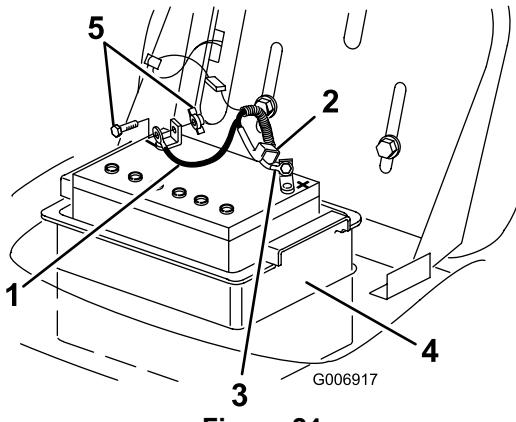

Figura 24
4. Desconecte el cable negativo de tierra (negro) del borne de la batería (Figura 24).
5. Deslice hacia arriba la cubierta de goma del cable positivo (rojo). Desconecte el cable positivo (rojo) del borne de la batería (Figura 24).
6. Retire la caja de la batería y la batería del chasis (Figura 24).
1. Coloque la batería en la caja de la batería e instálala en el chasis (Figura 24).
2. Usando el perno, las arandelas y la tuerca, conecte el cable positivo (rojo) al borne positivo (+) de la batería (Figura 24).
4. Usando el perno y la tuerca de mariposa, conecte el cable negativo (negro) al borne negativo (-) de la batería (Figura 24).